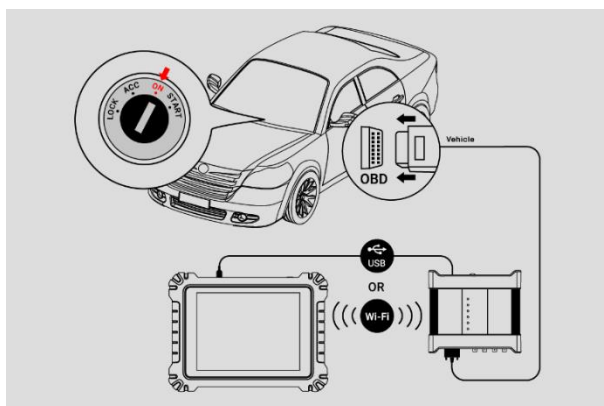

Figura7-107 Schema concettuale
1. Si prega di fare riferimento alla Figura7-107 Schema concettuale Per completare il collegamento, posizionare la chiave di accensione in posizione